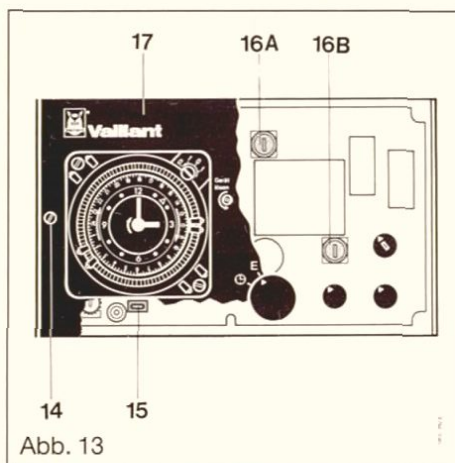

Abb. 13
- Schrauben (14) lösen, Blende (17) am Kompaktregler ausrasten und abnehmen (Abb. 13).
- Die Steckbrücke (15) von der Schaltplatine des Kompaktreglers abziehen.
- Beim Wiedereinsetzen der Blende (17) zuerst die Oberseite einrasten. Beim Einrasten der Unterseite Bedienelemente in die Blendenbohrungen einrasten.